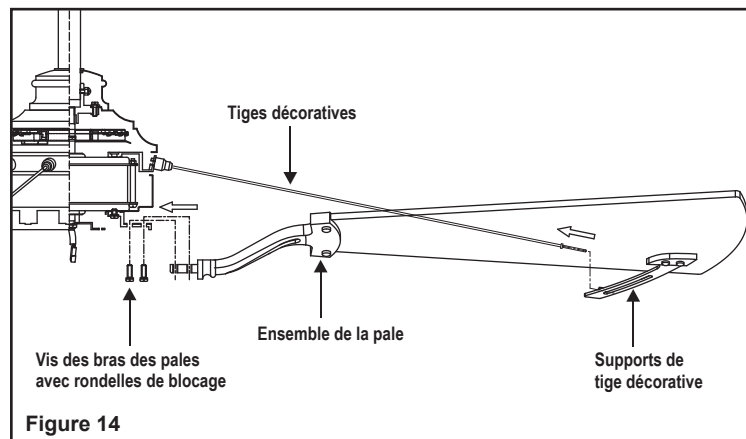

Figure 14
Étape 3. Fixez les ensembles des pales à l'ensemble du moteur du ventilateur. Serrez les deux vis des bras des pales avec les rondelles de blocage fournies. (Fig. 14)